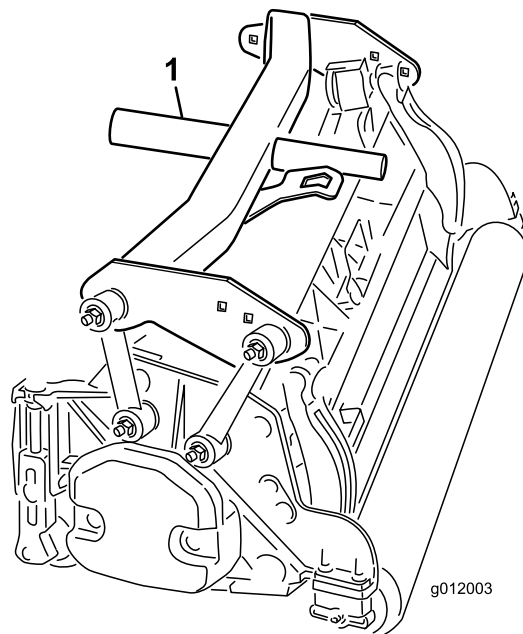

Figura 18
4. Collocate il telaio portante posteriore (Figura 18) sull'apparato di taglio posteriore.